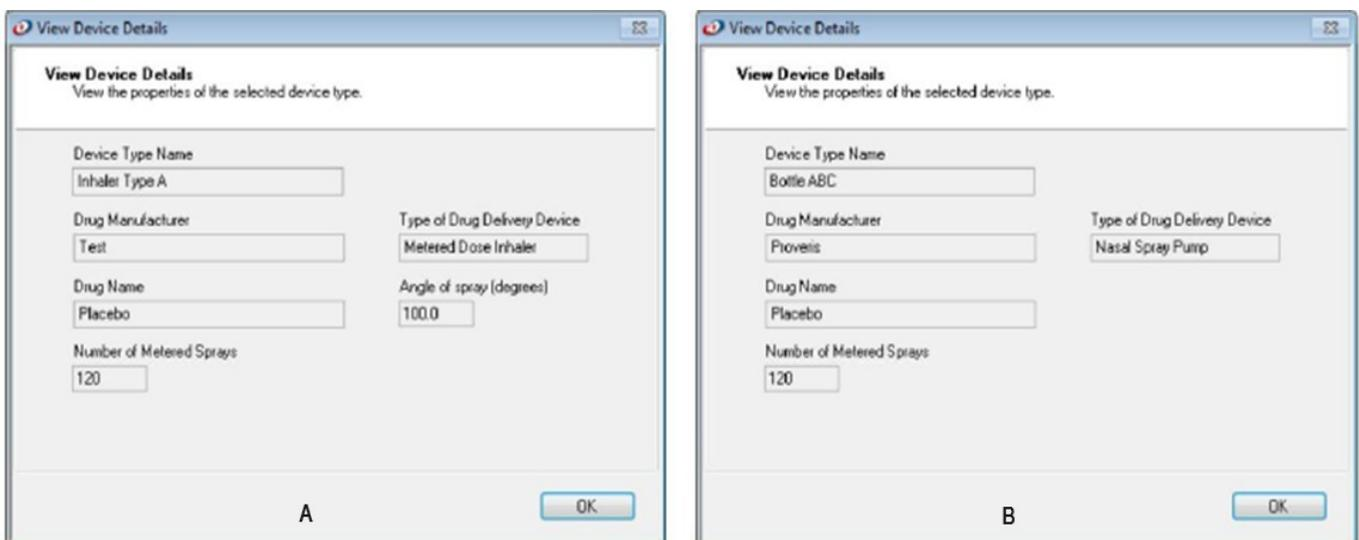

Figura 13. Detalhes do dispositivo. (A - Inalador de dose medida. B - Dispositivo de bomba de spray nasal).
- h) Veja que a janela exibe detalhes do dispositivo conforme Figura 13, como: Nome do tipo do dispositivo; Fabricante de Medicamentos; Nome do medicamento; Número de pulverizações/atuações dosadas por frasco/recipiente; Tipo de dispositivo de administração de medicamentos; Ângulo de pulverização (somente para dispositivos inaladores de dose medida, Figura 13 A).